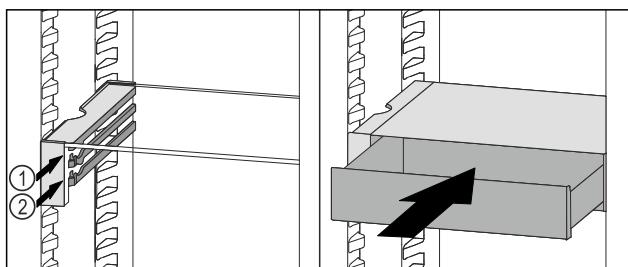

Fig. 109
- Predal VarioSafe namestite za zaustavljalnimi elementi na želeni nastavek Fig. 109 (1) ali Fig. 109 (2).